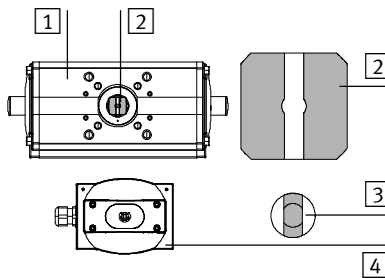

Рис. 9
5. Выровнять вал блока датчиков с помощью подходящего инструмента или муфты таким образом, чтобы обеспечить надлежащее соединение вала блока датчиков, муфты и вала поворотного привода (см. пример: Рис. 9).